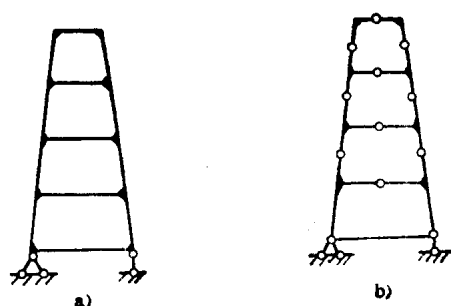
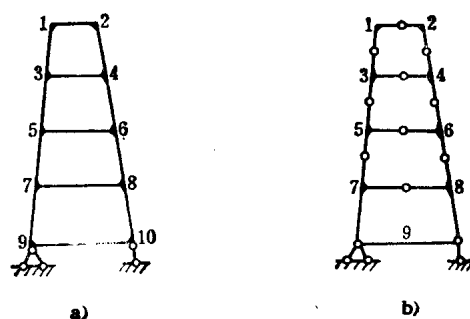

图 2-3-1
图 2-3-2
【示例】 试对图2-3-1所示结构进行机动分析。
图2-3-1 a 是平面刚架结构，故用下式计算：
图2-3-1 c 也是平面混合结构，用同样公式计算：
和图2-3-1 b、c 计算相同, 图 d 的自由度仍是:
2) 几何组成分析 (见与图2-3-1对应的图2-3-2)
图2-3-2 a 是一平面刚架, 节点刚接, 不存在结构自身形状可变, 这个不变的“刚体”用三根既不互相平行, 又不交于一点的链杆与另一刚体 (地基) 相连, 符合组成几何不变的规则, 故图 a 结构几何不变。
图2-3-2 b 是一个平面混合结构, 编号见图, 组成分析时, 首先将杆 1 和杆 2 去掉, 因为它符合用不在一直线上两杆定出一个新节点的规则, 去掉它们不影响其余部分的可变性, 这样再依次去掉杆 3 和杆 4、杆 5 和杆 6、杆 7 和杆 8, 最后留下杆 9, 它也是用三根既不互相平行、又不交于一点的链杆与地基相连, 故图 b 结构也是几何不变的。
与图2-3-2 b 分析相同, 图 c 结构在去掉杆 1 和杆 2, 杆 3 和杆 4, 杆 5 和杆 6, 杆 7 和杆 8 后, 最后剩下杆 9 和杆 10, 再进一步分析, 可看出杆 9 和杆 10 与地基分别用铰相连, 但
从图 2-3-2 d 的分析来看, 在去掉杆 1 和杆 2, 杆 3 和杆 4, 杆 5 和杆 6 后, 杆 7 和杆 8 的连接多了二个内部约束。虽然这样, 但它与地基只用了二根链杆相连, 显然位置可变, 故图 d 结构几何可变。